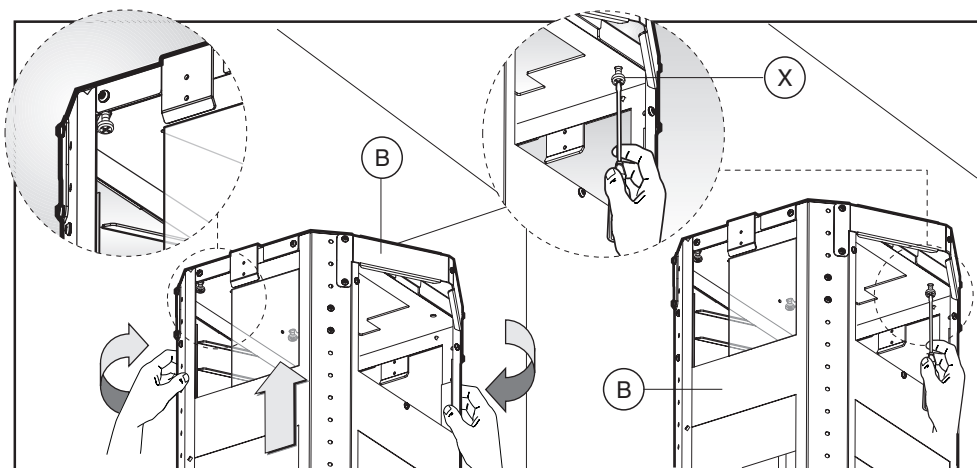

Fig.5
- Prendre la partie supérieure de la structure **B** (fig.5) et l'insérer sur les 3 vis pas vissées complètement correspondant avec les 3 orifices fendus.
Faire une petite rotation pour l'encastrement (fig.5) .